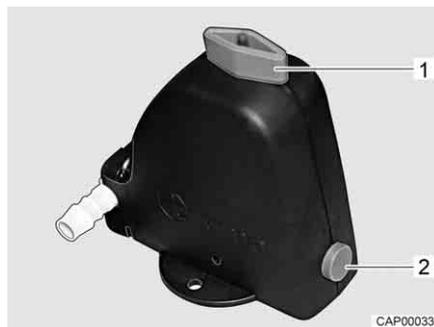

Bild 239 Sicherheits-/Ablassventil (Truma)
- Sicherheits-/Ablassventil (Truma) schließen. Dazu den Drehknopf (Bild 239,1) quer zum Sicherheits-/Ablassventil drehen und den Druckknopf (Bild 239,2) eindrücken.